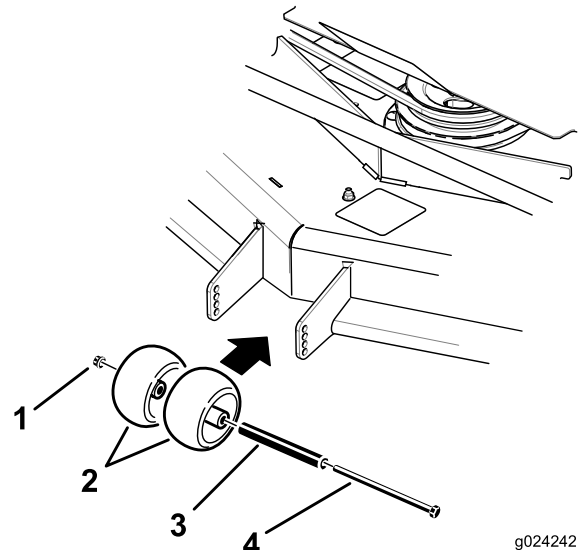
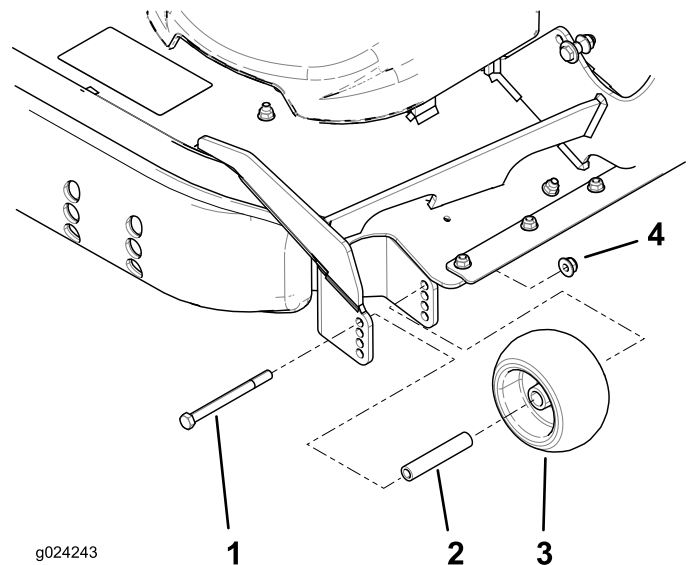

Figure 27
Figure 28
3. Réglez les galets anti-scalp comme montré à la Figure 27 et Figure 28, à la position correspondant le mieux à la position de hauteur de coupe.